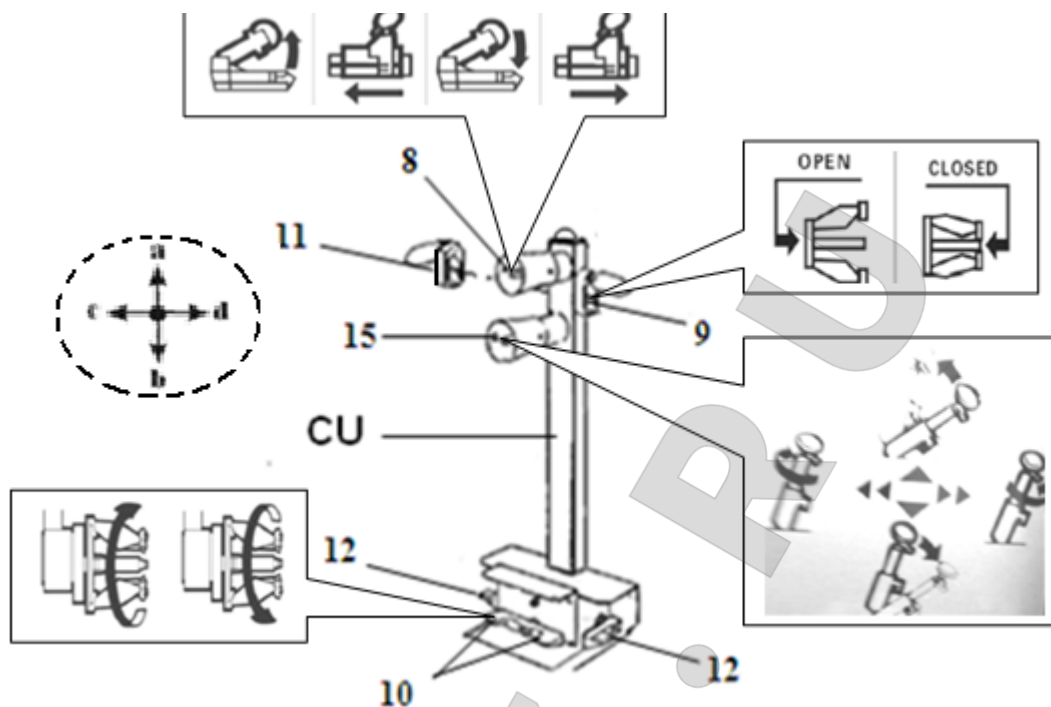

Рис. 2. Переносная стойка управления.
Чтобы немедленно остановить работу станда: Нажмите аварийный выключатель (ES, Рис.2) на стойке управления. Переведите главный выключатель (QS, Рис.2) в положение “0”. Отключите станок от электросети.
- **Верхний джойстик** (переключатель 4-х позиционный) (8, Рис. 2): в положении «**a**» поднимает балку шпинделя, в положении «**b**» -- опускает её; в положении «**c**» перемещает одновременно шпиндель вправо и монтажную консоль влево (*навстречу друг другу*), в положении «**d**» перемещает одновременно шпиндель влево и монтажную консоль вправо (*в стороны друг от друга*). Джойстик расположен в защитной гарде.
- **Нижний джойстик** (переключатель 4-х позиционный) (15, Рис. 2): в положении «**a**» переводит монтажную консоль в «нерабочее» положение, в положении «**b**» переводит монтажную консоль в «рабочее» положение, в положении «**c**» поворачивает монтажную головку по часовой стрелке на, в положении «**d**» поворачивает монтажную головку в обратном направлении на 180°. Джойстик расположен в защитной гарде.
- **Переключатель «Зажим – Разжим»** (9, Рис. 2): при переводе вверх открывает кулачки зажимного устройства, при переводе вниз закрывает их.
- **Педаля вращения шпинделя** (10, Рис. 2): при нажатии правой педали шпиндель зажимного устройства вращается по часовой стрелке, при нажатии левой – против часовой стрелки (направление вращения указано стрелками на педали).
- **Выключатель 2-й скорости** (11, Рис. 2): при одновременном нажатии вместе с педалью вращения шпинделя (10, Рис. 2) вращает шпиндель на
- **Педаль 2-й скорости** (12, Рис. 2) перемещают шпиндель и монтажную консоль, каретку на повышенной скорости.